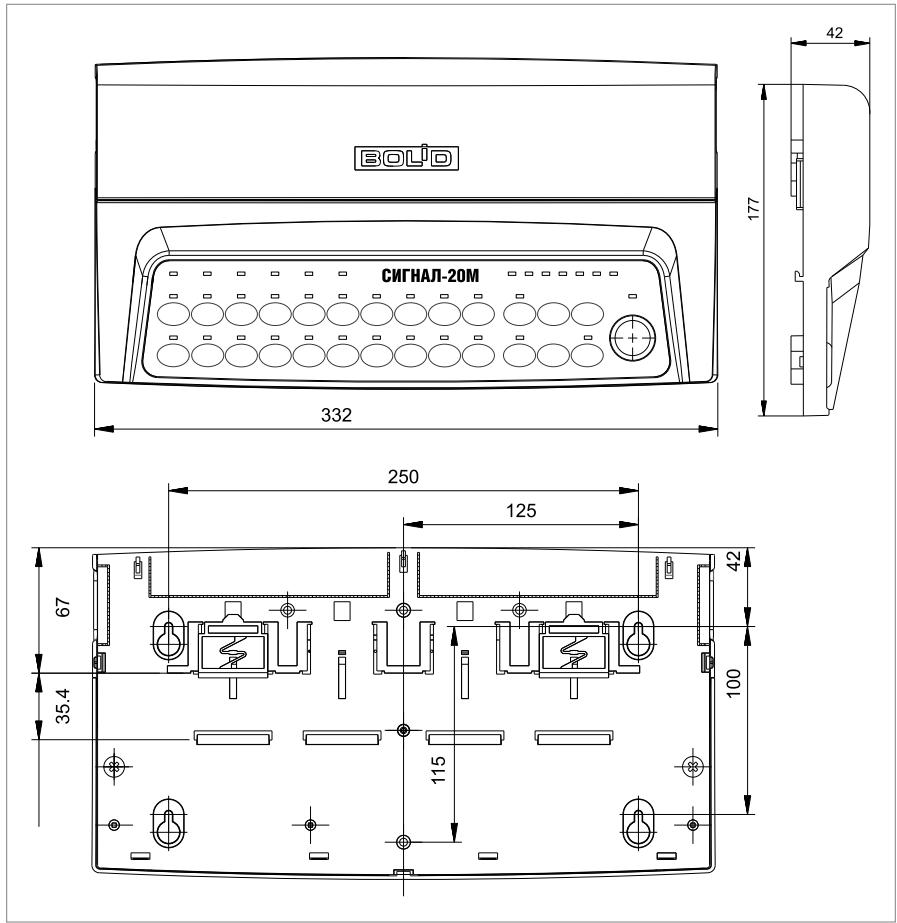
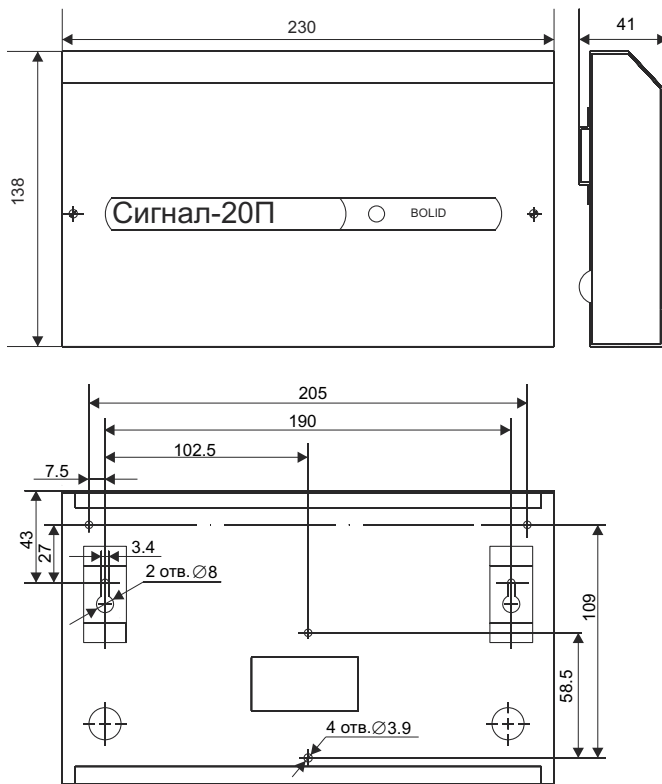
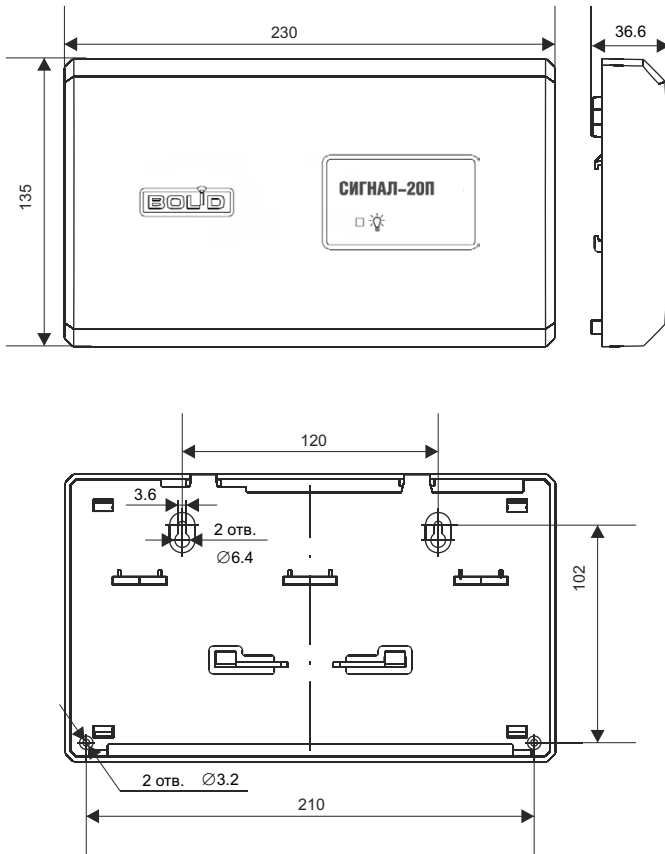

Рисунок 12. Внешний вид и габаритные размеры прибора «Сигнал-20М»
Рисунок 13. Внешний вид и габаритные размеры блока «Сигнал-20П исп.01»
Рисунок 14. Внешний вид и габаритные размеры блока «Сигнал-20П»
1.1. Наметьте на стене места для трех установочных отверстий в соответствии с габаритным чертежом (см. Рисунок 12, Рисунок 13 и Рисунок 14).